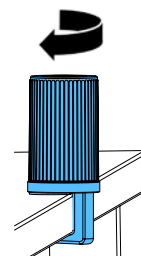

Fig. 4
- ⇒ Fixer la pince universelle du socle à l'arrière ou sur le côté du plan de travail (Fig. 4).